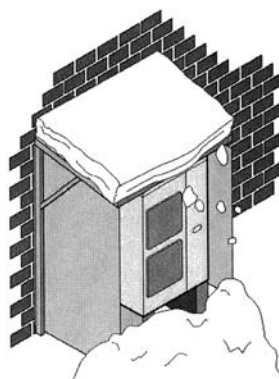

Figura 2: costruzione per evitare gli effetti della neve sull'unità
- Configurazione di installazione consigliata. (Consultare la scheda informativa "Spazio per l'installazione e la manutenzione" e la Figura 2)